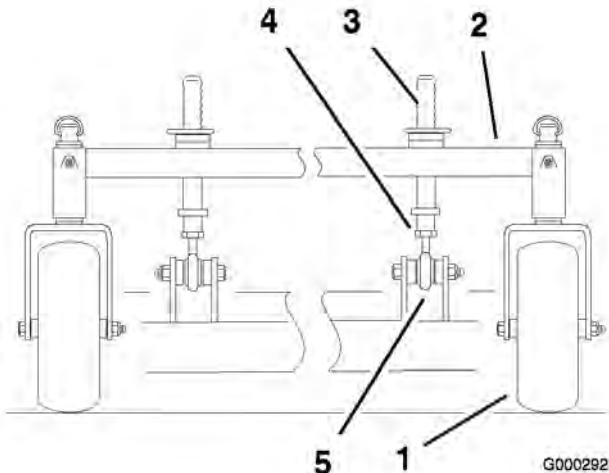

Figure 77
1. Vous pouvez régler les montants de hauteur de coupe avant pour modifier l'inclinaison avant/arrière (Figure 77).
2. Pour éléver l'avant du plateau de coupe, desserrez le contre-écrou et tournez la goupille avant dans le sens horaire (Figure 77).
3. Pour abaisser l'avant du plateau de coupe, desserrez le contre-écrou et tournez la goupille avant dans le sens anti-horaire (Figure 77)
6. Resserrez les écrous de blocage (Figure 77).